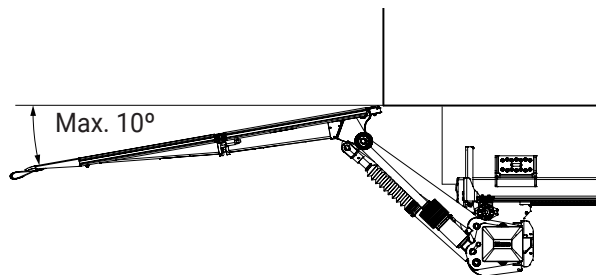

Bild 31. Nedtiltningsvinkel ska justeras till max 10°
9. Tilta ner plattformen till max. 10° under horisontalplanet. Se Bild 31.